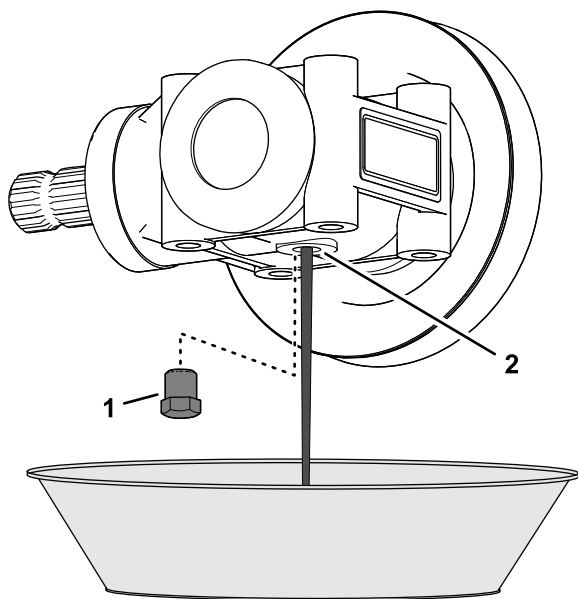

Figura 119
1. Scoateți bușonul din orificiul carcasei cutiei de viteze a punii mainii de tuns iarba (Figura 119).
2. Poziionai cutia de viteze peste tava de golire i scurgei complet uleiul din cutia de viteze (Figura 119).